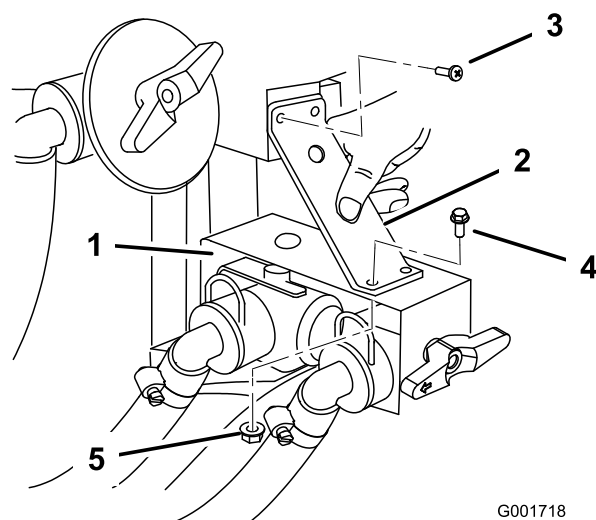

図 12
9. 制御バルブのブラケットにサポートブラケットを取り付ける。上側のT字アセンブリを固定している既存のねじを利用して、サポートブラケットの上部を固定する（図 12）。サポートブラケットの下部を固定する；フランジヘッ